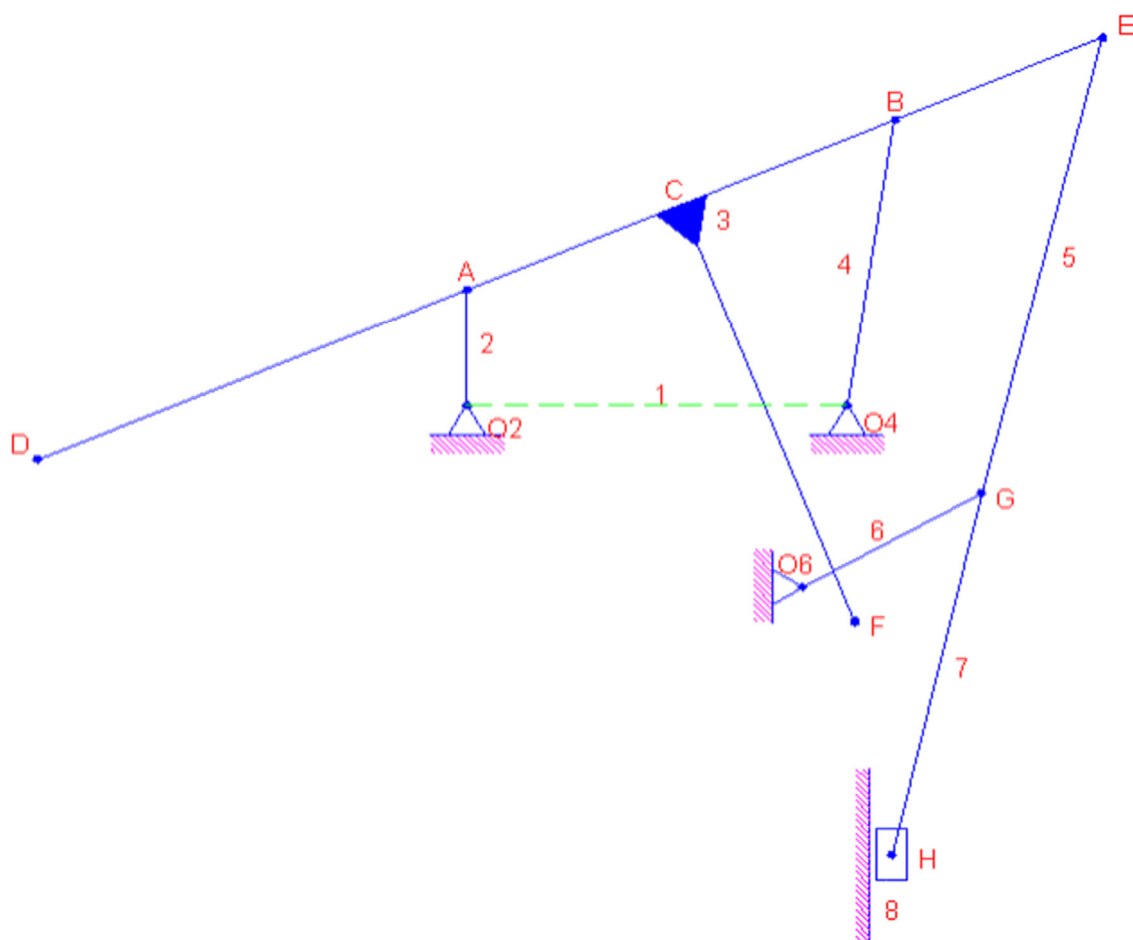

Figura 4. Representación esquemática del mecanismo de la maqueta.
- a) Utilizando el mecanismo de la figura 4, obtened directamente de la maqueta las dimensiones de los elementos del mecanismo y rellenad las siguientes tablas.
- b) Aplicación de las leyes de Grashof: Determinad la clase del cuadrilátero articulado formado por los elementos 1-2-3-4 (ver figura 4).
- c) Modelado CAD: Representad el mecanismo de la maqueta (ver figura 4), a escala 1/2, en un software informático y representad gráficamente en el mismo las trayectorias descritas por los puntos C, D, E, F y G.